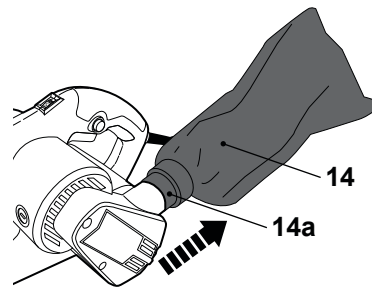

Fig. 8
- > Sujete y tire del conector de la bolsa (14a) para retirar la bolsa de recogida del polvo (14) (Fig. 8).